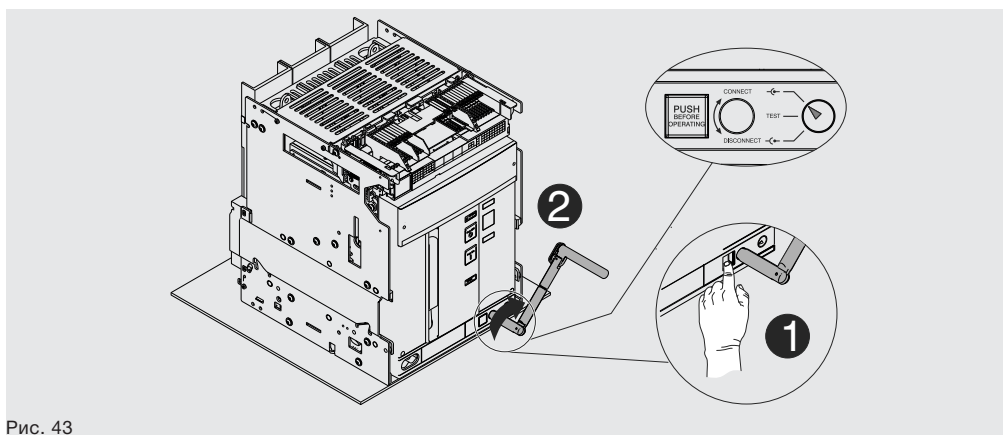

Рис. 43
10. Нажмите кнопку блокировки «PUSH before operating» и вращайте рукоятку по часовой стрелке до тех пор, пока кнопка снова не выщелкнет, а индикатор не покажет, что автоматический выключатель находится в положении «**Вквачен (CONNECT)**». См. Рис. 43.